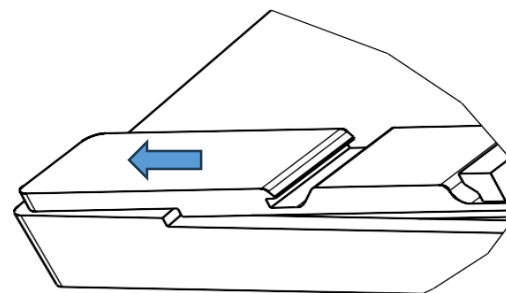

Рисунок 2 – Установка адаптера
- после соприкосновения поверхностей сместите адаптер до совмещения верхних кромок (рисунок 2);